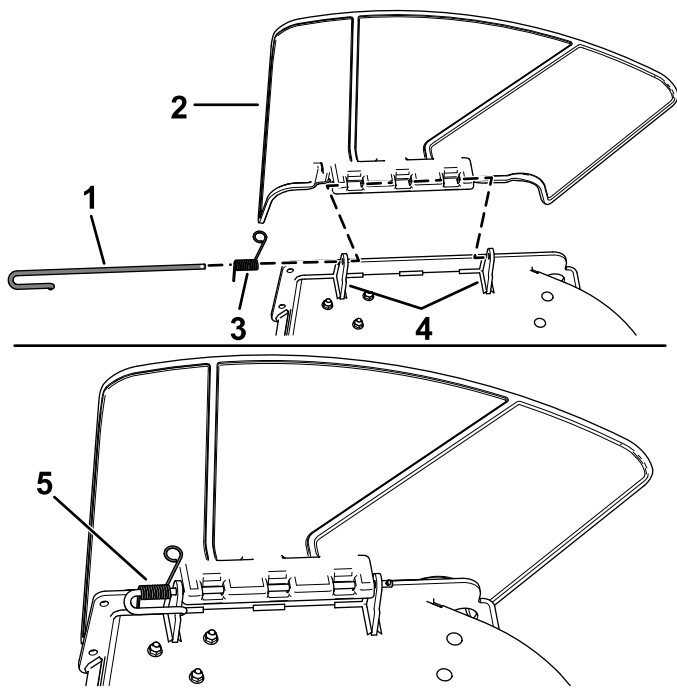

Figura 75
- Retire el pasador (Figura 75).
- Desenganche el muelle de la muesca del soporte del deflector, y retire la varilla de los soportes soldados de carcasa, el muelle y el deflector de descarga (Figura 75).
9. Instale el pasador (Figura 75).